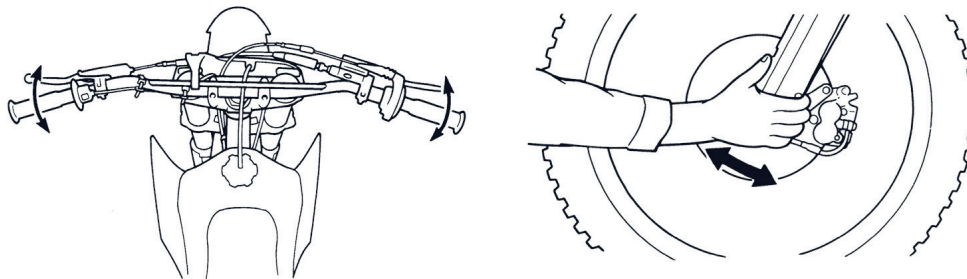

Рисунок 3. Проверка рулевой колонки.
2. Встаньте перед мотоциклом. Возьмитесь за вилку в районе передней оси (рисунок 3) и потяните вилку по направлению к двигателю и обратно несколько раз. Если подшипники изношены, вы почувствуете люфт или даже услышите щелчок / глухой удар. Если при повороте руля ощущается небольшое сопротивление, без закусывания и посторонних звуков, или присутствует незначительный люфт при покачивании вилки, то возможно требуется регулировка подшипников рулевой колонки.